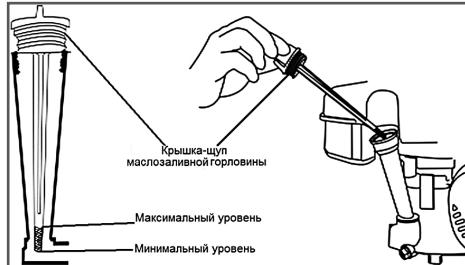

Рис. 10 Крышка-щуп маслозаливной горловины
- Открутите крышку-щуп маслозаливной горловины и извлеките щуп (Рис. 10).
2. Выкрутите крышку-щуп маслозаливной горловины и извлеките щуп (Рис. 10).
При недостаточном уровне масла в картере необходимо долить чистое масло до верхней отметки на щупе (Рис. 10).